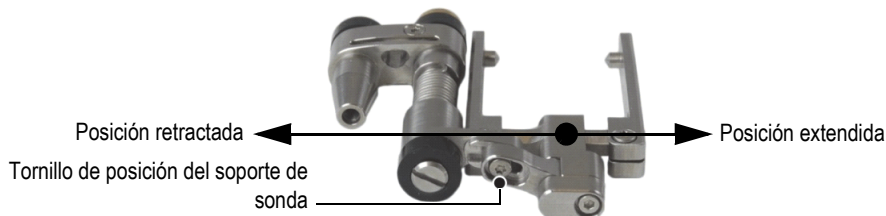

Figura 2-23 Soporte de sonda mostrado en posición extendida
9. Configure el soporte de sonda (véase la Figura 2-23 en la página 54):